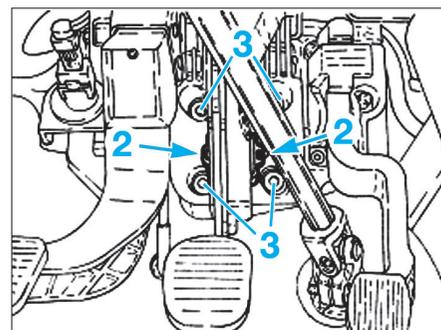

Fig. 16
- Appuyer sur les ailettes de retenue (2), puis déboîter la rotule du servofrein de la pédale de freins (Fig.16).
- Déposer les quatre écrous de fixation du servofrein (3).